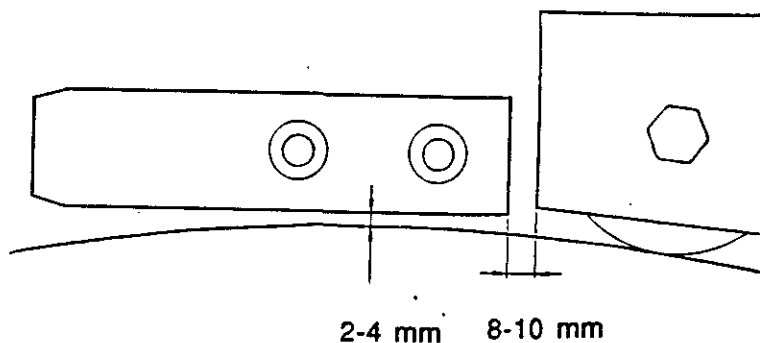

Fig 2. Klämskydd
- Montera kabelkanalen (7) mellan pelaren och motorn.
- Skruva fast klämskyddet (3) (2 skruvar). Fig. 2.
- Avlägsna transportsäkringsskruven (9) för motvikten. Skruven finns vid pelarens övre kant.
- * Klämskydd skall monteras vid drivenhet enligt fig 2, sid 8. - *Klämskydd medföljer maskinen.*